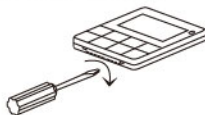

Fig. 1
2. Tout d'abord, utiliser un tournevis à tête plate pour faire délicatement lever sur la rainure inférieure du contrôleur câblé, comme indiqué sur la Fig. 1. Faire particulièrement attention pour ne pas endommager le circuit imprimé. Tourner doucement le tournevis pour ouvrir le couvercle arrière.